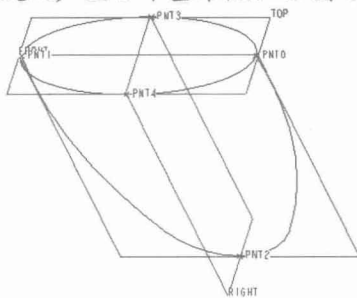

图1-34
4. 在 RIGHT 基准面与曲线相交处产生 3 个基准点，如图 1-34 所示。